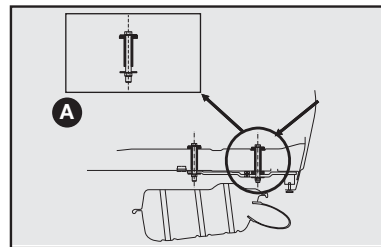
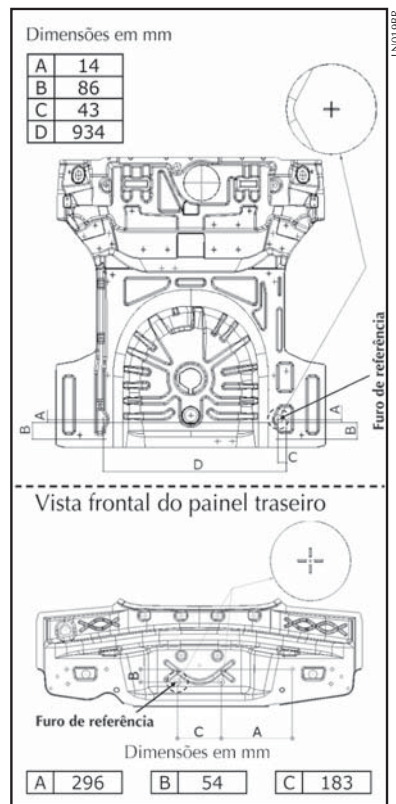

fig. 12
fig. 13
- Efetuar no veículo a furação com Ø (diâmetro) 11 mm traspassando o assoalho posterior (ver detalhe **A-fig. 12**) e a longarina nas marcas esquemáticas indicadas na **fig. 13**.